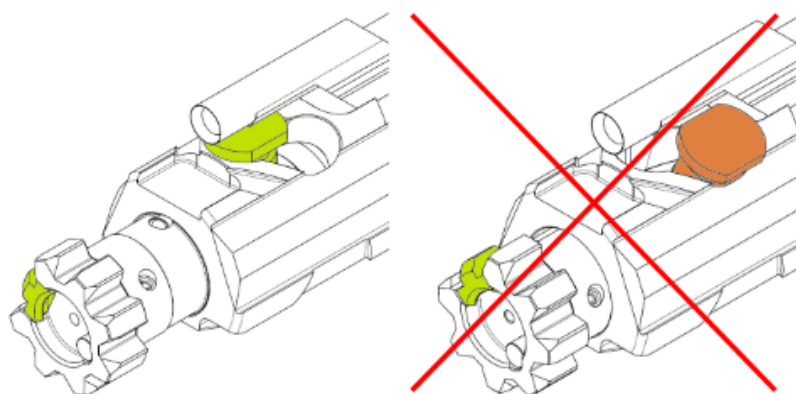

Рисунок 21. Положення деталей затворної рами при збиранні з рамою верхньою
3) **Приєднати затворну раму із затвором у зборі до верхньої рами ствольної коробки**, для чого взяти верхню раму ствольної коробки в одну руку, а другою рукою вставити в пази рами руків'я перезаряджання, просунувши його вперед на половину ходу. Далі ввести затворну раму із затвором у зборі до рами верхньої ствольної коробки таким чином, щоб газоприймач затворної рами увійшов до поздовжнього пазу руків'я перезаряджання. Дослати затворну раму із затвором у зборі в крайнє переднє положення, поки затвор не закриється, а руків'я перезаряджання не зачепиться гачком за спеціальний паз. **При встановленні затворної рами затвор має бути розташований у крайньому передньому положенні, інакше палець затвора заважатиме збиранню (рис.21).**